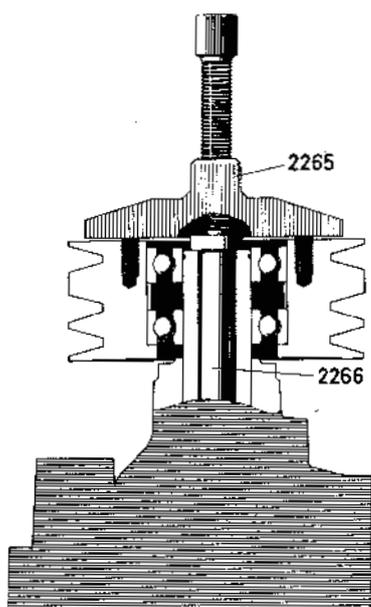

Fig. 90. Démontage de la poulie
5. Placer l'appui 2266 (fig. 90) dans l'axe allongé du corps de pompe et adapter l'extracteur 2265. Extraire la poulie avec les roulements.